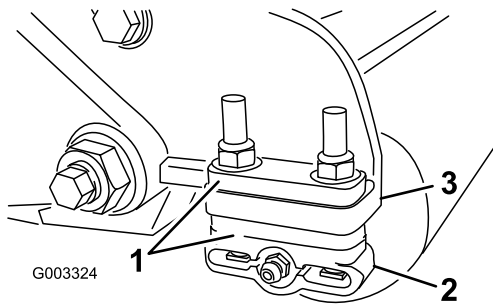

图 12
- 根据剪草高度表将所需数量的隔片放在侧板安装法兰 图 12 下将后滚筒支架 图 12 调节到所需的剪草高度范围。